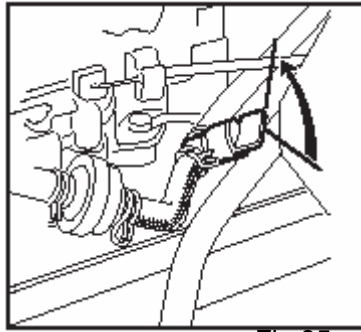

Fig 35
6. Quand le moteur est arrêté, refermer le robinet de carburant. (Fig 35)